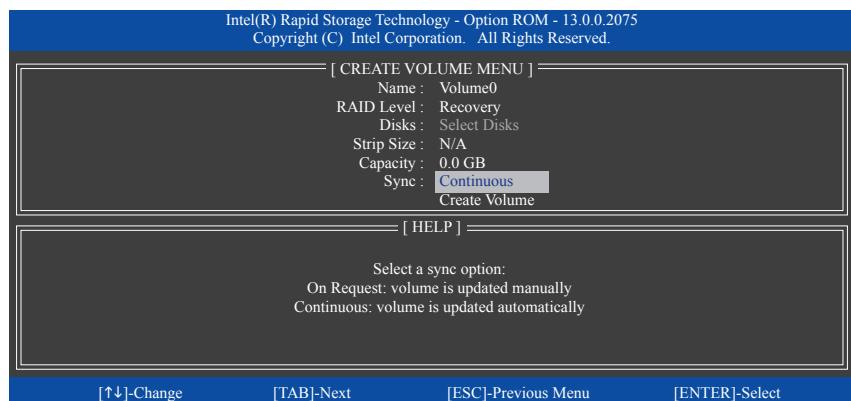

図 18
**Sync** の項目を、**Continuous** または **On Request** を選択します(図 18)。**Continuous** に設定されているとき、両方のハードドライブがシステムに取り付けられていれば、マスタードライブのデータを変更するとその変更はリカバリドライブに自動的かつ連続してコピーされます。**On Request** では、オペレーティングシステムの Intel® Rapid Storage Technology ユーティリティを使用してマスタードライブからリカバリドライブに手動でデータを更新できます。**On Request** では、マスタードライブを以前の状態に復元することもできます。